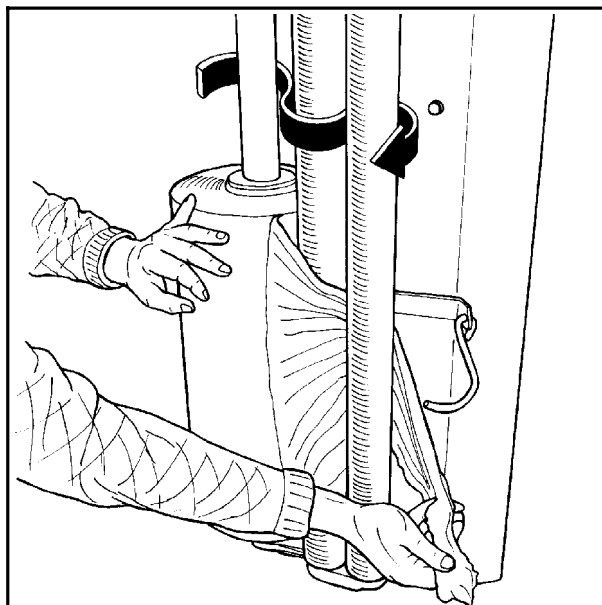

Fig. 6-2
**6.3** Tre plasten mellom rullene på forstrekeren etter pilens retning. (Se fig. 6-2). (Se også skilt som er påsatt sveivarmen).